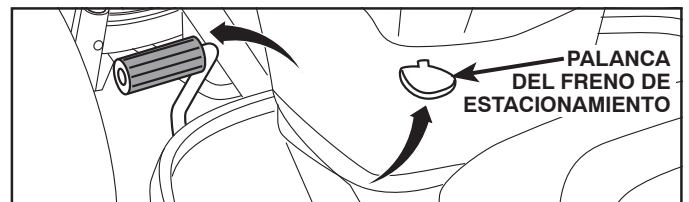

Fig. 3
INSTALE LA SEGADORA (Vea Fig. 3 - 15)
1. **ACCIONE LA PALANCA DEL FRENO DE ESTACIONAMIENTO Y LA PALANCA DE LEVANTAMIENTO DEL ACCESORIO INFERIOR (Vea Fig. 3 y 4)**